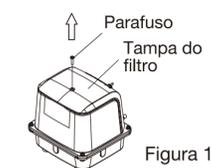

Figura 1
- 2 Retire o parafuso com a chave de fendas, conforme ilustrado na Figura 1.